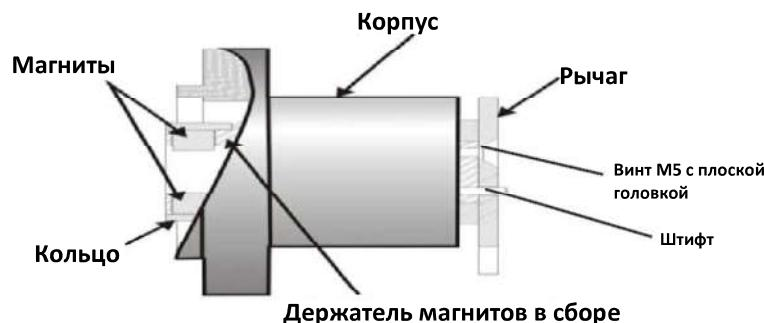

Рис. 14. Держатель магнитов для двусторонних клапанов
1. Убедиться, что рычаг закреплен на узле магнита и надежно удерживается винтом M5 с плоской головкой. Магнитная ось должна быть в вертикальном положении, если рычаг находится в положении, соответствующем закрытому клапану. Плотно затянуть винт рычага. См. Рис. 14.